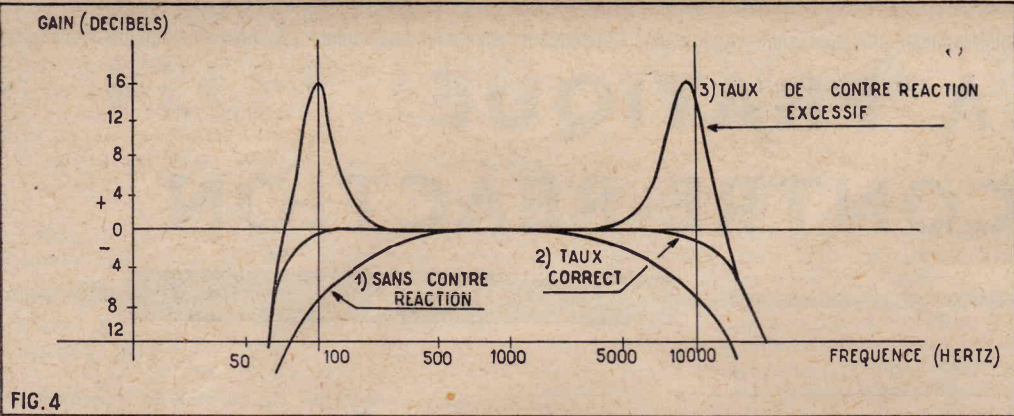

FIG. 4. — La courbe de réponse du même amplificateur :
Au lieu d'une courbe de réponse corrigée, comme sur la figure 4 (2), on peut fort bien obtenir la courbe figure 4 (3).